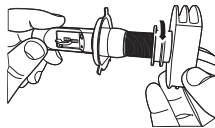

Figura -3
- Svitare il dissipatore dei fari LED4 come mostrato nella Figura 3.